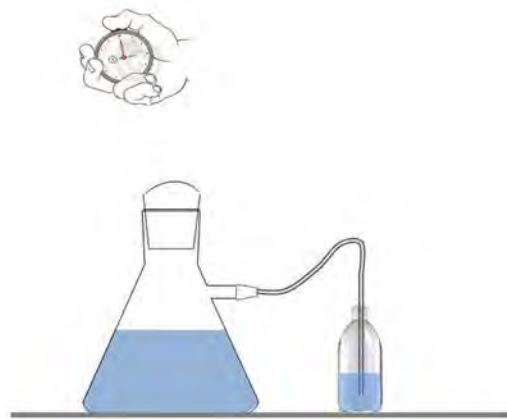

Abb. 5
F.1.1. Entfernt nach Ablauf von 10 min nach der Reaktivierung den Gummischlauch vom Messzylinder und versenkt ihn in der gesättigten Ca(OH)_2 -Lösung (ID# VI) (vgl. Abb. 5).